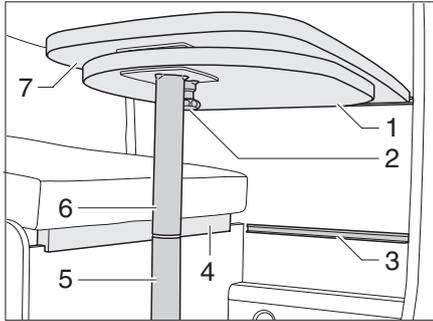

Fig. 42 Tavolo sospeso con piede di sostegno divisibile
- ▶ Tirare in basso il pomello (Fig. 42,2) del bloccaggio ed aprire la prolunga del piano del tavolo (Fig. 42,1).
- ▶ Richiudere la prolunga del piano del tavolo (Fig. 42,1) sotto il piano del tavolo (Fig. 42,7) fino ad udire la chiusura a scatto.
- ▶ Se necessario, applicare il listello in multiplex (Fig. 42,4) sulla cassapanca.
- ▶ Aprire la prolunga del piano del tavolo (Fig. 42,1).
- ▶ Sollevare il piano del tavolo (Fig. 42,7) di circa 45° in avanti.
- ▶ Estrarre verso il basso la parte inferiore del piede di sostegno (Fig. 42,5) e riporla.
- ▶ Agganciare il piano del tavolo ad un angolo di 45° ai supporti del listello di supporto inferiore (Fig. 42,3) e deporlo sul pavimento con la parte superiore del piede di sostegno (Fig. 42,6).